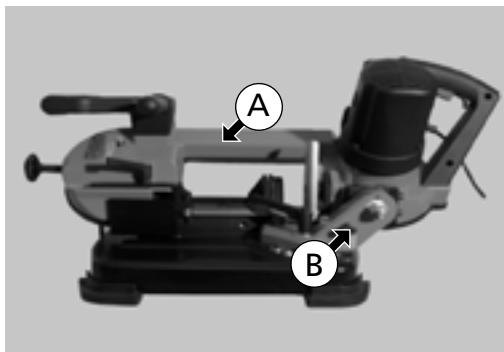

Fig. 2
Para facilitar su transporte, el cabezal de corte (A) se encuentra fijado en la posición inferior por medio del pasador de fijación (B) - (Fig. 2).